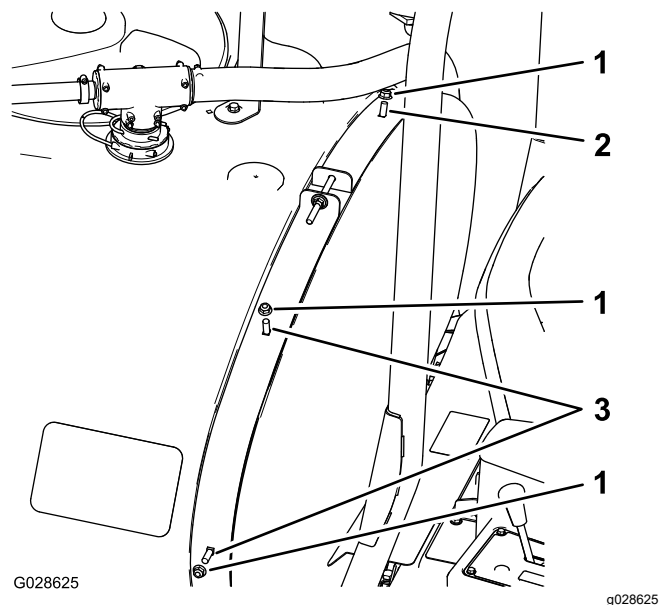

Figura 6
3. Coloque um parafuso de carroçaria (3/8 x 1 pol.) nos orifícios superiores interiores da cinta de depósito dianteira esquerda (Figura 6).
4. Coloque um parafuso de carroçaria (3/8 x 1-1/4 pol.) nos orifícios superiores interiores da cinta de depósito dianteira direita (Figura 6).
5. Coloque um parafuso de carroçaria (3/8 x 1-1/4 pol.) nos orifícios inferiores exteriores da cinta de depósito dianteira direita (Figura 6).